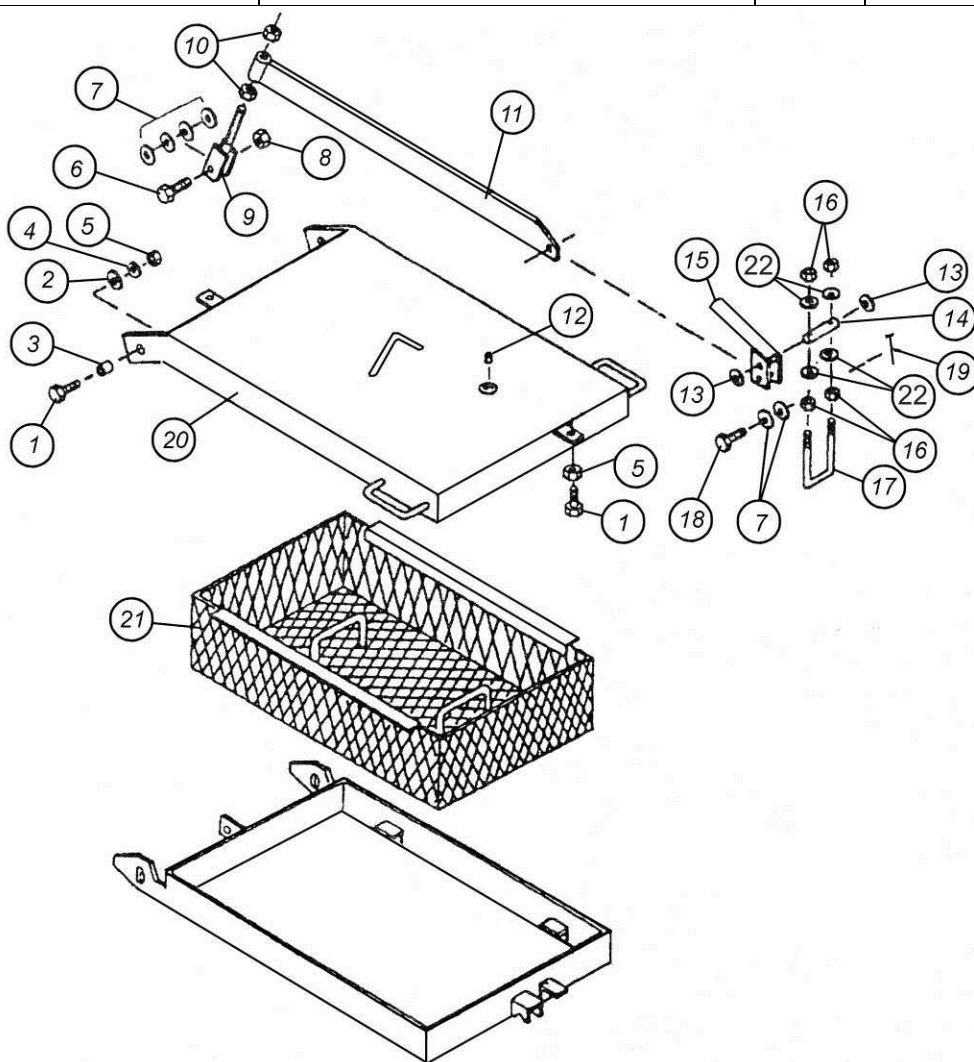

Рис. 7.2.15. Крышка бункера
7.2.15. Крышка бункера (рис. 7.2.15)